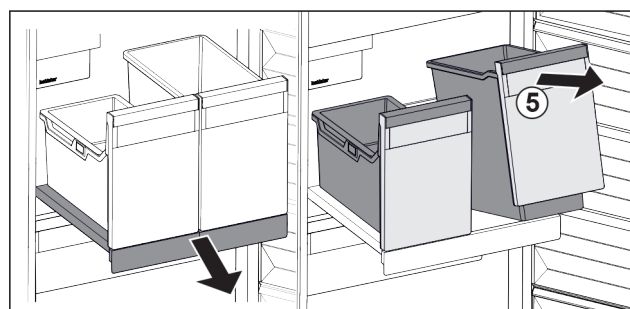

Fig. 28
- Приподнимите контейнеры Fig. 28 (5) спереди.